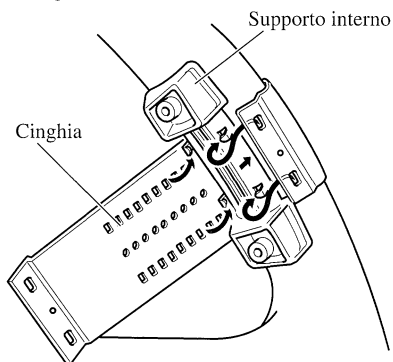

Fig. 10
1. Assicurare il supporto interno alla circonferenza interna del volante con la cinghia. (Fig. 10)